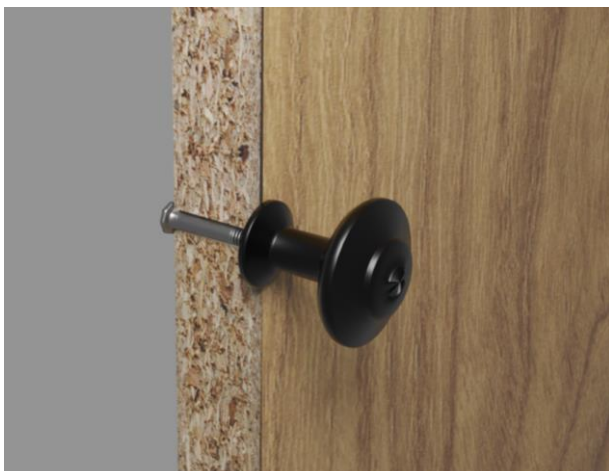

Abbildung 15
- Griffe oder Ähnliches, welches auf der Oberfläche der Platte aufliegend angeschraubt wird, sollte möglichst gleichmäßig und nicht zu fest angezogen werden, da es sonst zu Eindrücken in den Platten kommen kann (Abbildung 15).